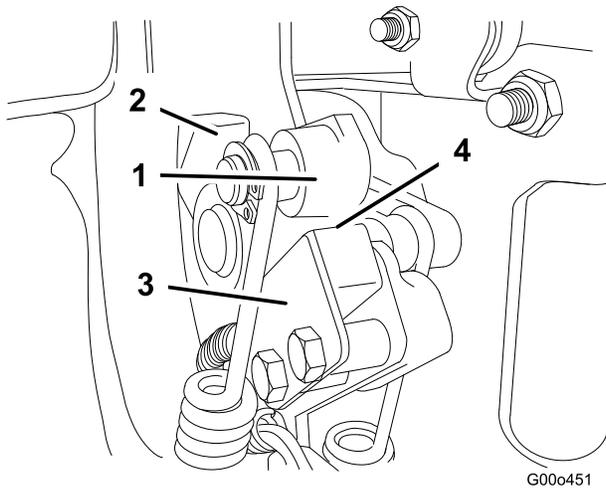

Figura 26
2. Engrane la palanca de tracción hasta que entre en contacto con el tope de punto muerto (Figura 26).
- Aflove las fijaciones del interruptor de seguridad (Figura 26).
- Coloque un suplemento de 0,8 mm de grosor entre la palanca de tracción y el interruptor de seguridad (Figura 26).